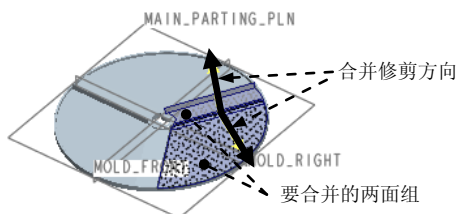

图 5.18 定义合并方向
(1) 按住 **Ctrl** 键，选取图 5.18 所示的两个面组。
(2) 单击 **分型面** 操控板中 **编辑** 区域的 **合并** 按钮，此时系统弹出“合并”操控板。
(3) 定义合并修剪的方向，调整合并方向，如图 5.18 所示。
(4) 在“合并”操控板中单击  按钮。